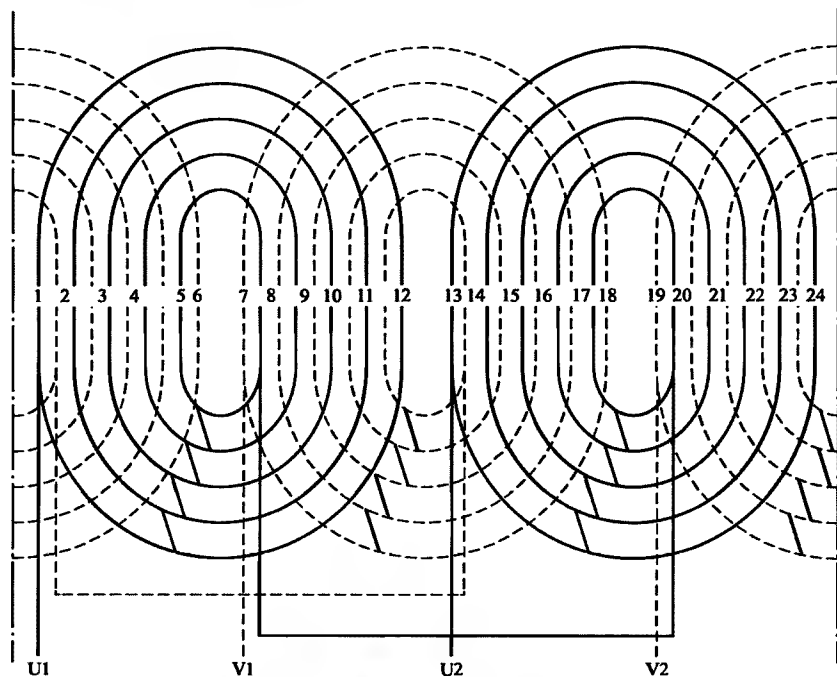

图 4-5 单相 2 极 24 槽正弦绕组 1 路接法展开图 (3)
5. 单相 2 极 24 槽正弦绕组 1 路接法展开图 (3) (见图 4-5)